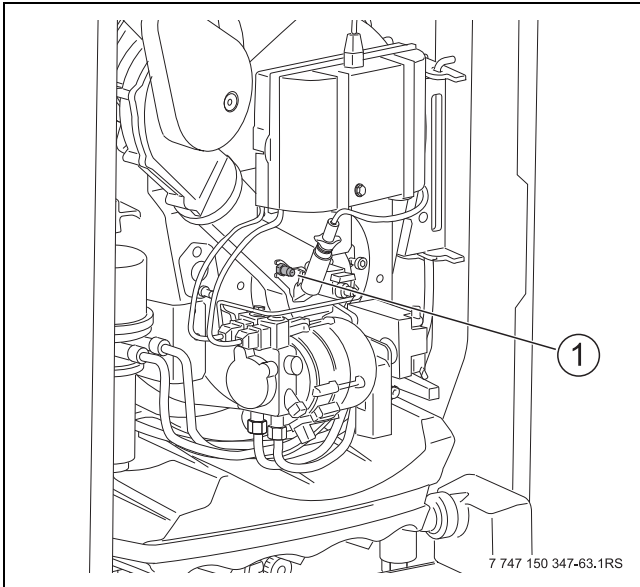

Bild 54 Statischen Gebläsedruck messen
- ▶ Druckmessstutzen (→ Bild 54, [1], Seite 35) für den statischen Gebläsedruck am Brennergehäuse öffnen.
- ▶ Messgerät für statischen Gebläsedruck am Druckmessstutzen (→ Bild 54, [1], Seite 35) des Brennergehäuses anschließen.